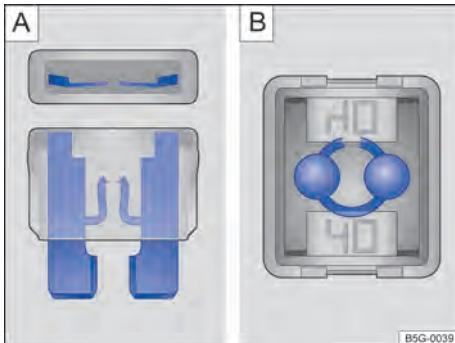

Fig. 173 Fusível queimado: A: fusível plano, B: fusível de bloqueio.
- Um *fusível plano (ATO[®], MINI[®])* queimado é reconhecido de cima ou de lado pela carcaça transparente nas faixas metálicas derretidas → Fig. 173 A.
- Um *fusível de bloqueio (JCASE[®])* queimado é reconhecido pelas faixas metálicas derretidas por cima da carcaça transparente → Fig. 173 B.